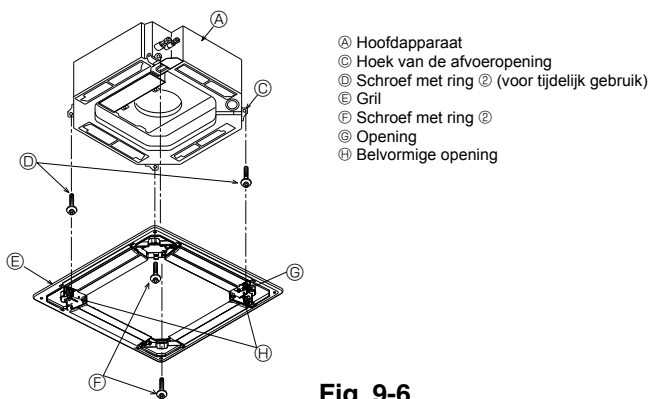
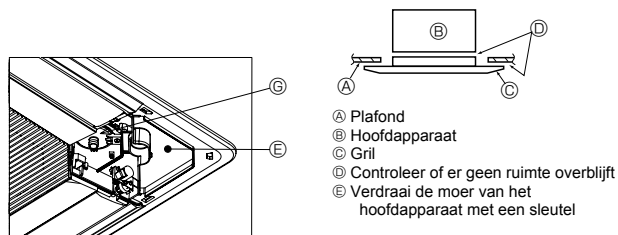

Fig. 9-6
Fig. 9-7
- Ⓒ 2 banden ④
- Ⓓ Band ④
- Ⓔ i-see sensor hoekpaneel ⑩
- Ⓖ Schroef ⑥
9.4.2. Tijdelijke installatie van de gril (Fig. 9-6)
- Zet de gril tijdelijk vast met behulp van de belvormige openingen, door de hoek van de afvoeropening van het hoofdapparaat op een lijn te brengen met de opening van de gril die is aangegeven met ⑥.
9.4.3. Vastzetten van de gril (Fig. 9-7)